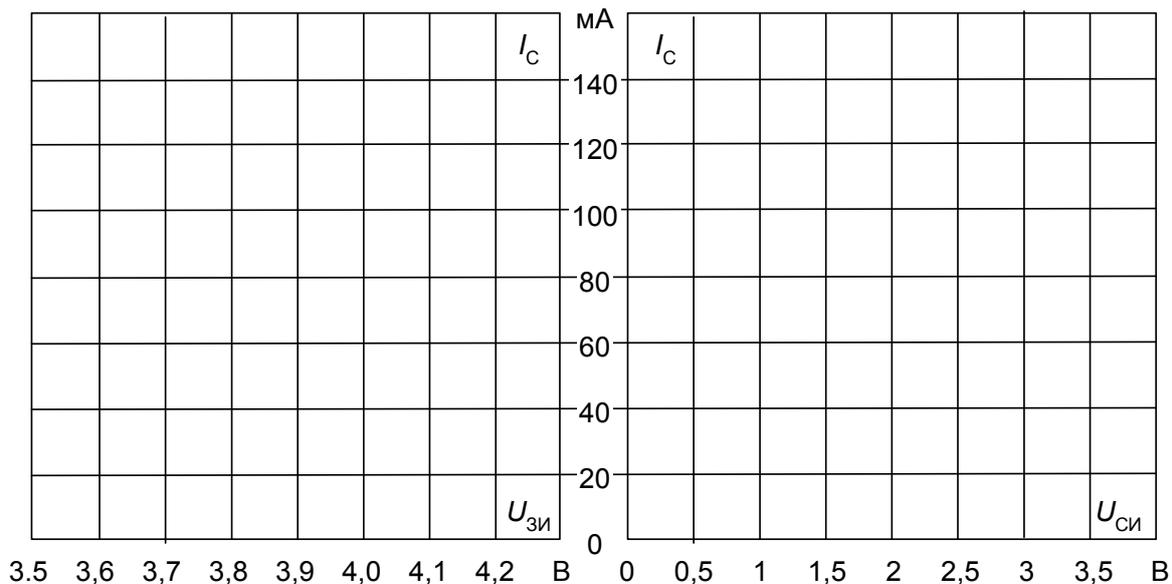

Рис. 6.10. Статические характеристики полевого транзистора
4. Постройте график стоко-затворной характеристики (рис. 6.10) и определите крутизну:
9. На рис. 6.10 постройте графики выходных характеристик.